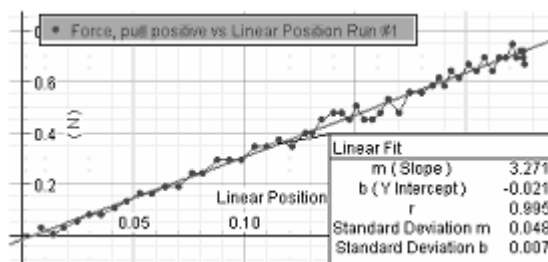

Figura 4 La pendiente de la recta es la constante del resorte
6. Presione *Ajuste* y seleccione *Ajuste Lineal*. La pendiente de la línea es la constante del resorte. La constante del resorte de este ejemplo es 3.271 N/m. ver la figura 4